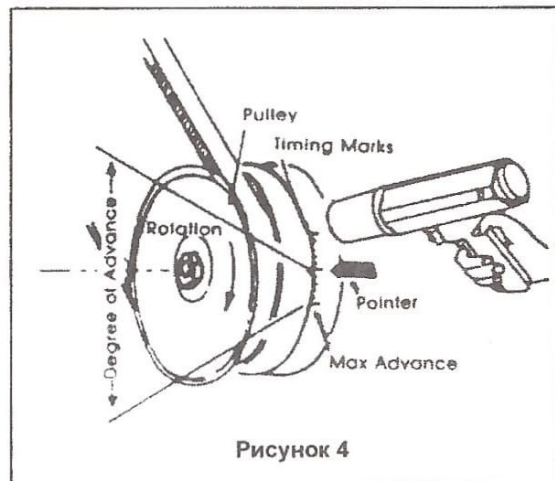

Рисунок 4
2. Установочная метка должна оставаться неподвижной, пока обороты двигателя не достигнут скорости, определенной производителем. Установочная метка должна тогда двигаться непрерывно и без рывков (см. рис.4).